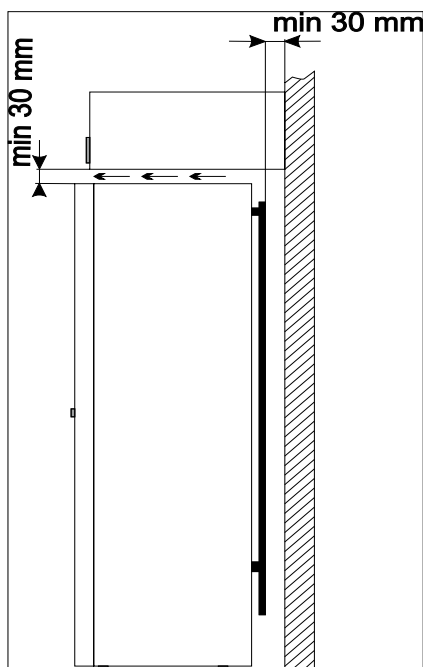

Fig. 2
Nu aplecați frigiderul-congelator mai mult de 40° față de verticală pe timpul transportului sau așezării. Dacă totuși această situație a avut loc, conectarea utilajului se va face după cel puțin 2 ore de la așezare (fig.2). Înainte de efectuarea oricărei lucrări de întreținere se scoate ștecherul din priza de alimentare. Nu trageți de cablu, apucați de corpul ștecherului.
- Trebuie să asigurați o aerisire corespun-zătoare a încăperii și o circulație liberă a aerului din toate părțile dispozitivului (Fig.2)